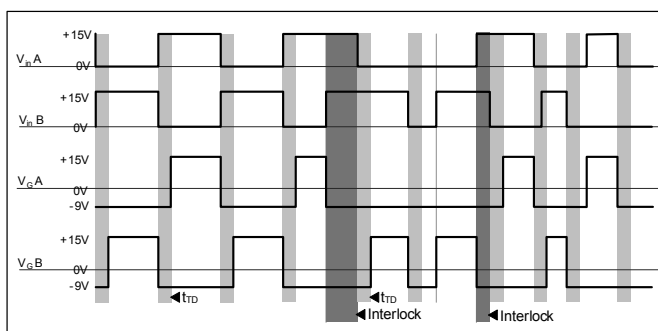

图 2.3 互锁与死区作用时间
**半桥互锁模式：**该模式可以在驱动器的两个通道之间产生互锁，禁止上下管同时导通，只允许一个通道有效，并产生一个互锁死区时间。死区时间的设定可通过 TD.A(Xs.6 引脚)和 TD.B(Xs.7 引脚)的外接电阻来实现。半桥互锁模式可以通过将 Xs.5 引脚互锁模式选择“悬空或连接到电源 Vs（如 Xs.14 引脚）来激活。死区作用如图 2.3